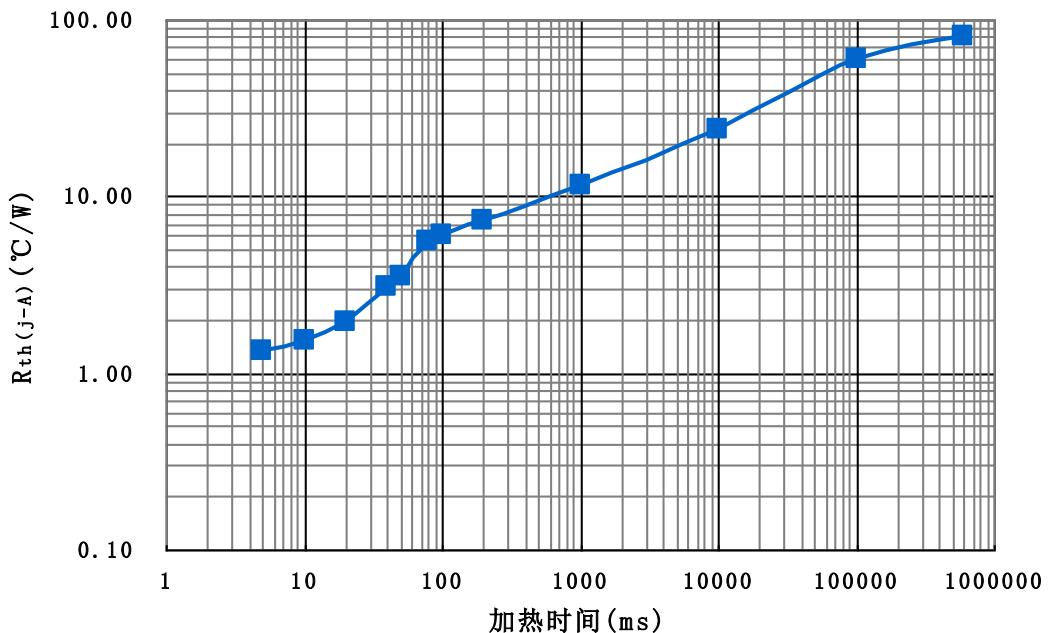

图 5 热阻曲线— $R_{\text{th(j-A)}}$  与  $t$  关系曲线
6.2 图 5 为热阻曲线— $R_{\text{th(j-A)}}$  与  $t$  关系曲线：